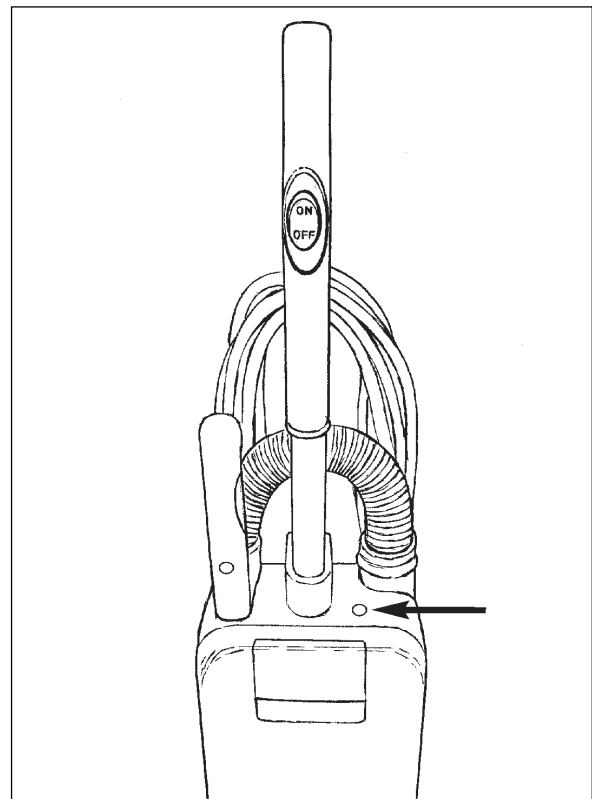

Figure 24
Si le voyant lumineux d'aspiration (1) s'allume, (voir figure 24) ou que le moteur s'arrête, veuillez faire comme suit :
1. Placez le commutateur marche/arrêt en position "O" (2).